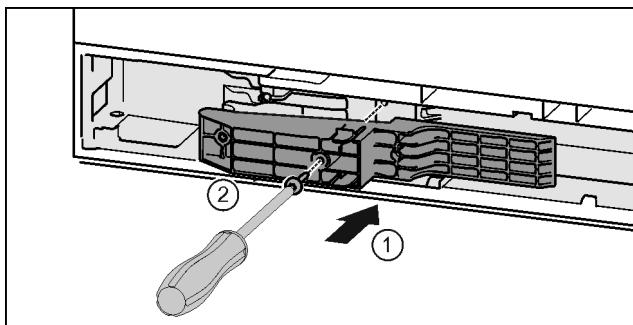

Fig. 44*
- Вставити деталь адаптера в отвір з боку ручки.* Fig. 44 (1)
- Закрутіть гвинти за допомогою викрутки T15.* Fig. 44 (2)